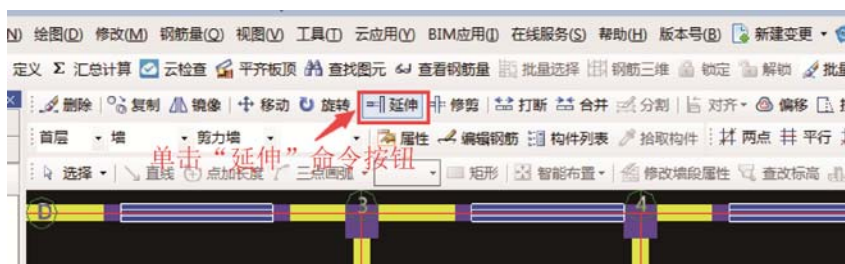

图 2-26 单击“延伸”命令按钮
(1) 在绘图过程中，如果遇到以下问题，可以使用“延伸”功能：需要将选中的线性构件图元延伸到指定的边界线。
(2) 操作步骤如下。
- ① 在工具栏中找到并单击“延伸”命令按钮，如图 2-26 所示。